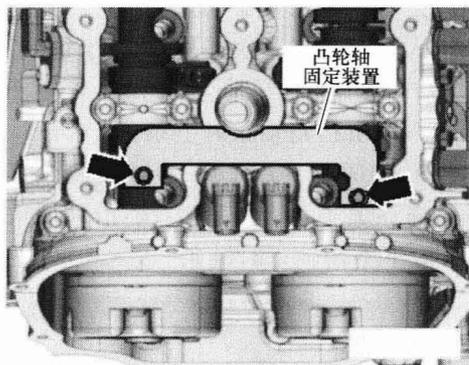

图 1-1-12
(4) 如图 1-1-12 所示，将凸轮轴固定装置安装到两个气缸盖上，并用  $25\text{N} \cdot \text{m}$  的力矩拧紧。图中标出的是气缸列 2（左侧）的气缸盖。